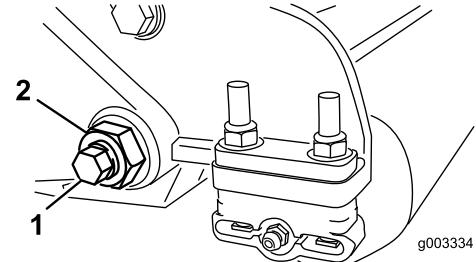
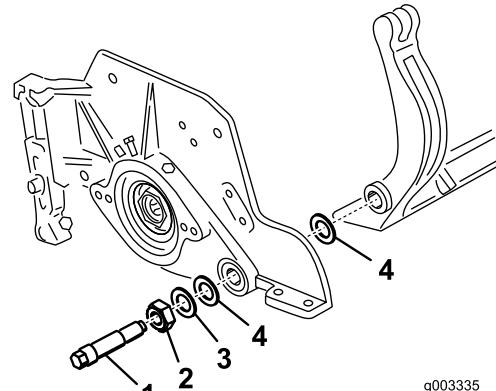

Figura 33
Figura 34
3. Su ciascun lato della macchina, allentate il dado di bloccaggio che fissa il bullone della barra di appoggio (Figura 33).
4. Togliete ciascun bullone della barra di appoggio consentendo alla barra di appoggio di essere tirata verso il basso e rimossa dal bullone della macchina (Figura 33). Considerate 2 rondelle in nylon e 1 rondella in acciaio stampato su ciascun lato della barra di appoggio (Figura 34).
4. Posizionate una rondella in acciaio all'esterno di ciascuna rondella in nylon (Figura 34).